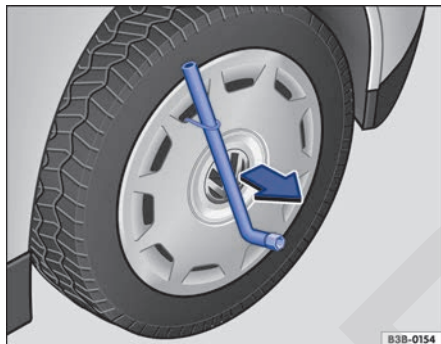

Fig. 269 Desmontar el tapacubos integral.
- Introduzca la llave de rueda por el gancho de alambre → fig. 269 y tire del tapacubos en el sentido de la flecha.